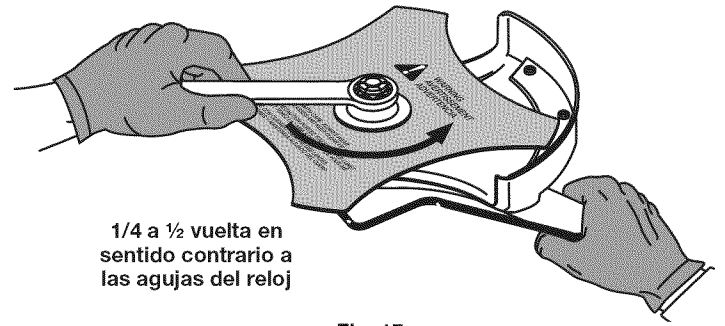

Fig. 17
- Si no tiene una llave dinamométrica, use una llave de boca cerrada o de cubo de 13 mm y gire la tuerca hasta que el retén de la cuchilla quede ajustado contra el buje del eje. Asegúrese de que la cuchilla esté bien instalada, luego gire la tuerca 1/4 o 1/2 vuelta más en sentido contrario a las agujas del reloj (Fig. 17).